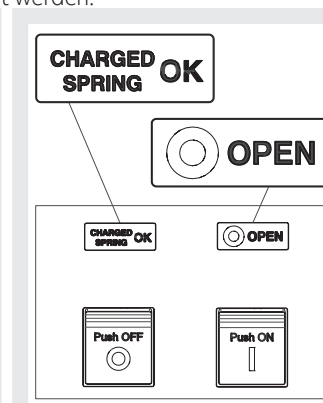

Abbildung 26
2. Leistungsschalter aus mit gespannten Federn (siehe Abbildung 26).